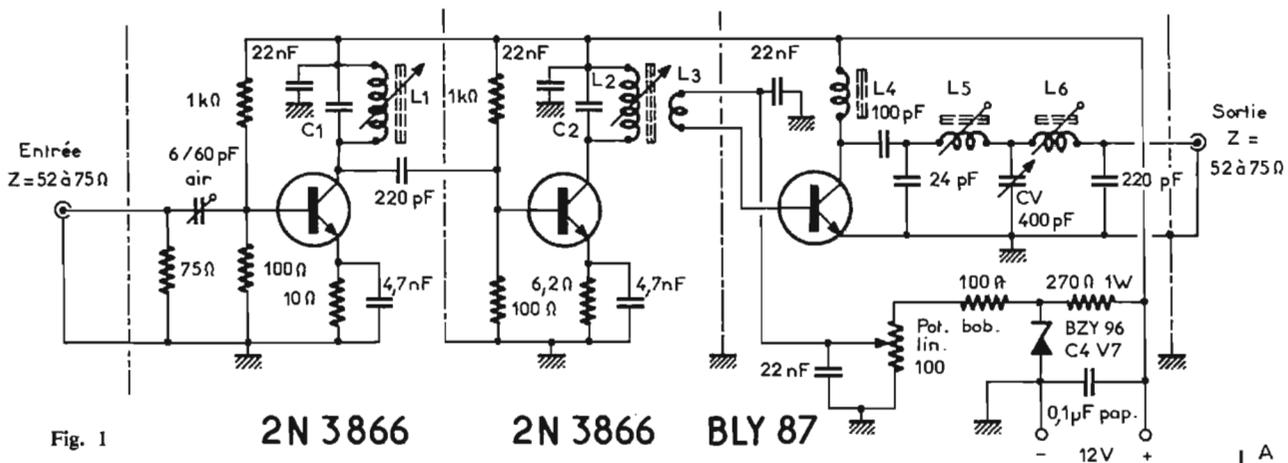

Fig. 1
Le schéma de l'amplificateur linéaire HF proposé est représenté sur la figure 1; il comporte trois étages équipés des transistors suivants : 2N3866, 2N3866 et BLY87.
Un récepteur classique ou « transistor » fait appel à un montage dit « superhétérodyne » dont le schéma synoptique simplifié est donné figure 1. Dans ce type d'appareils, on engendre par l'intermédiaire d'un circuit oscillateur une oscillation à haute fréquence (HF) propre et on la mélange à la fréquence reçue. Les deux circuits sont alors réglés à l'aide d'un condensateur variable à deux cages de manière à ce que la différence des deux fréquences soit constante. La fréquence différentielle ou intermédiaire est ensuite appliquée à des étages amplificateurs calés une fois pour toutes. Ce montage à fréquence intermédiaire et changement de fréquence permet d'obtenir une sélectivité (possibilité de séparer les émetteurs les uns des autres) accrue.